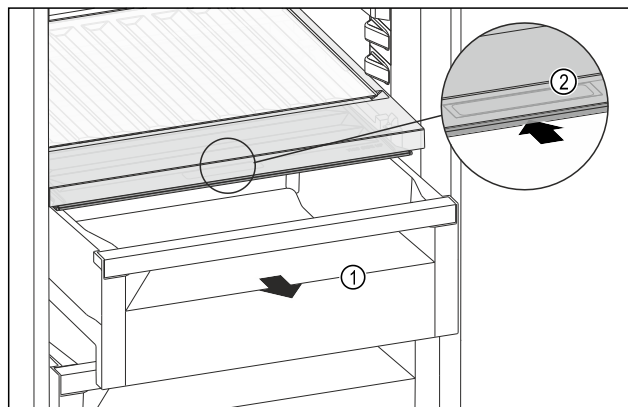

Fig. 118
- Húzza ki a fiókot Fig. 118 (1).
- Fogja meg a süllyesztett fogantyút Fig. 118 (2) a rekeszfedélen, és ezzel egy időben tolja hátra a rekeszfedelet.